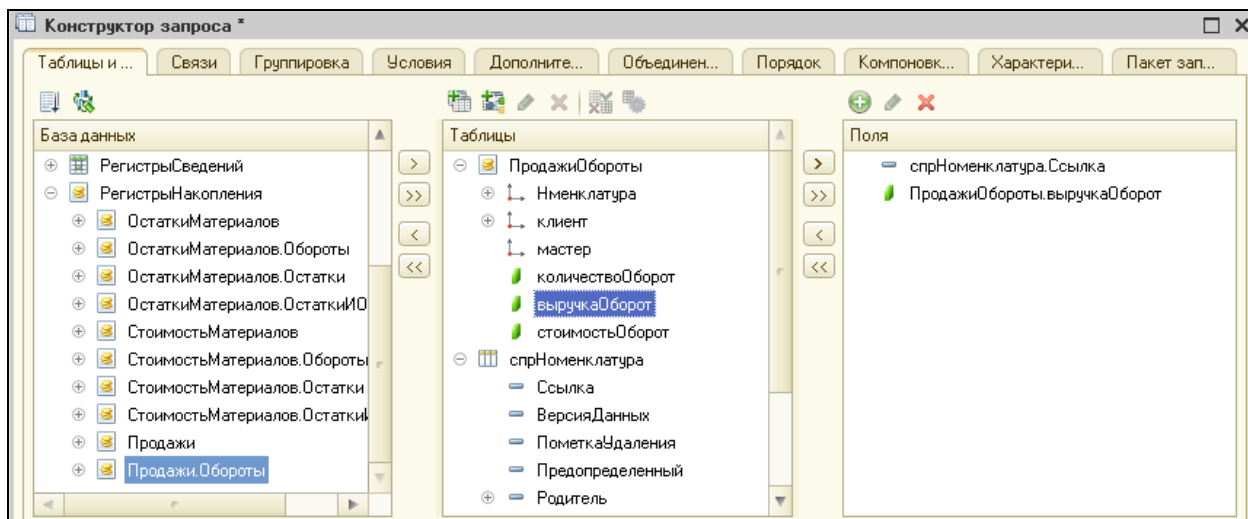

Рисунок 4.14 Поля, выбранные для отчета
4. В список полей перенести поля **СпрНоменклатура.Ссылка** и **ПродажиОбороты.ВыручкаОборот** (рис. 4.14).